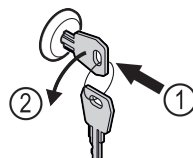

Fig. 184
- Insérer la clé. Fig. 184 (1)
- Tourner la clé à 90° dans le sens antihoraire. Fig. 184 (2)